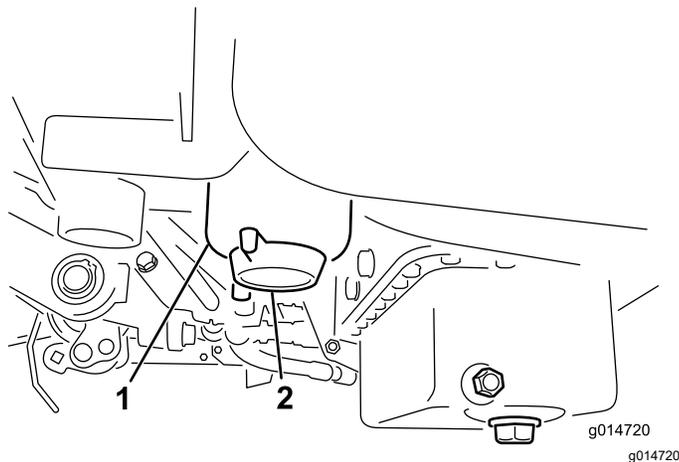

図 36
2. フィルタ容器(図 36)の周辺をウェスできれいにぬぐう。
4. フィルタのドレンプラグを開く 図 36。